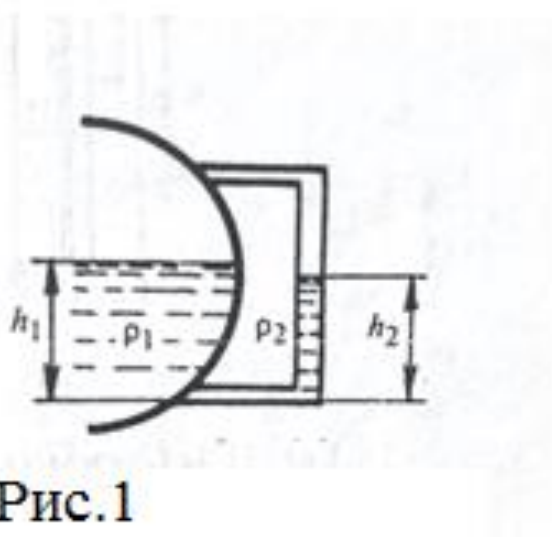

Рис.1
6. На структурной схеме измерения расхода по перепаду давления на СУ (рис.1.) цифрой «2» обозначен:
8. Схема какого уровнемера представлена на рис.1